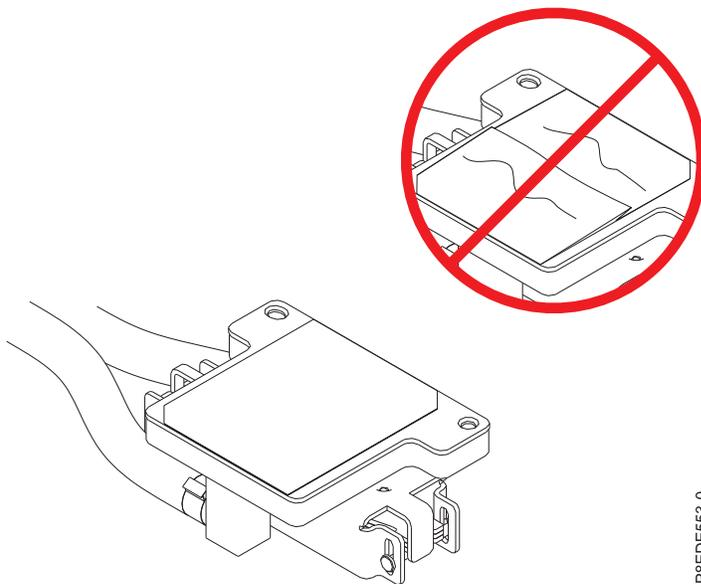

図 193. 熱伝導材料の検査
6. 熱伝導材料 (TIM) を調べて、目に見える損傷がないか確認します (図 193 を参照)。